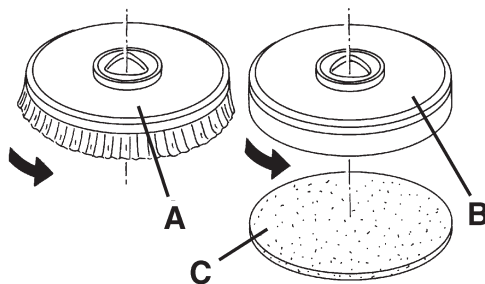

Рис. 2
1. В зависимости от типа планируемой очистки машину можно оснастить либо щеткой (А, Рис. 2), либо держателем прокладок (В) с прокладкой (С) вместе с соответствующей платформой.
2. Вставьте ключ зажигания (80) и поверните его в положение «I».
3. Переключите регулятор скорости (84), если он есть, в нерабочее положение, повернув его против часовой стрелки.
4. Расположите щетку (А) или держатель прокладки (В) под платформой (18).
5. Опустите платформу на щетку, нажав педаль (11).
6. Поверните ключ зажигания (80) в положение «I».
7. Нажмите кнопку «One-Touch» (71).
8. Нажмите одну из кнопок (83), чтобы зафиксировать щетку/держатель прокладок, затем отпустите ее. В случае необходимости повторяйте эту процедуру, пока не удастся зацепить щетку.